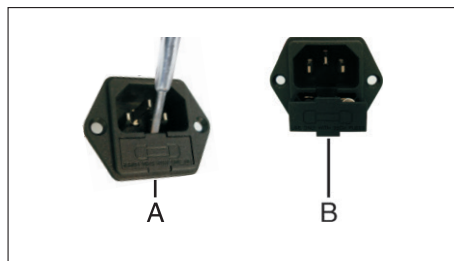

Рис.13
10.1 Вставьте плоский наконечник отвертки в выемку в отсеке для предохранителей, расположенном под розеткой питания, и используйте его как рычаг (Рис. 13, поз. А).
10.2 Выдвиньте отсек для предохранителей (Рис. 13, поз. В).
10.4 Установите отсек на место (Рис. 13, поз. В).